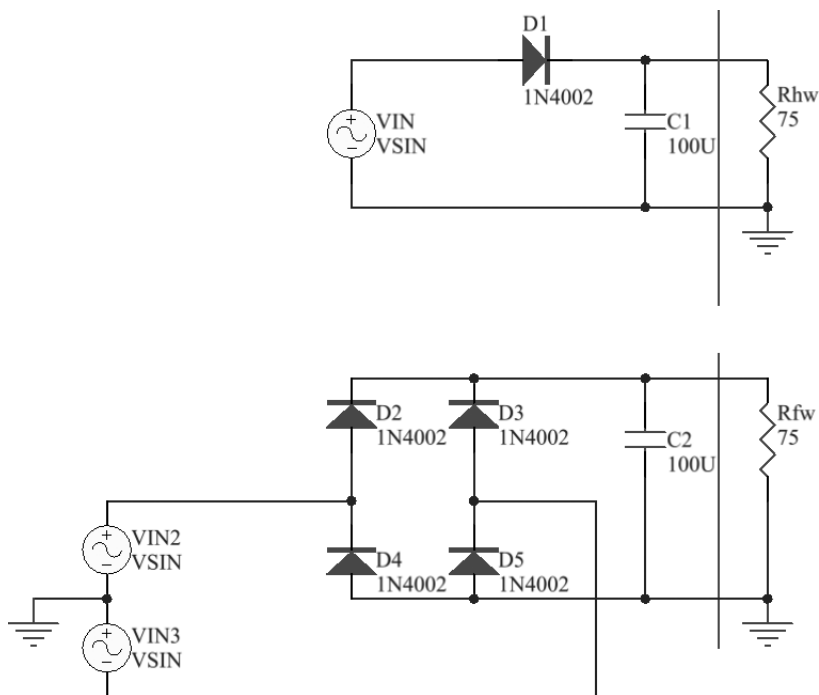

图 12-27 绘制原理图文件
3) 绘制电路仿真原理图。按照第 2 章中所讲的绘制一般原理图的方法绘制出电路仿真原理图，如图 12-27 所示。